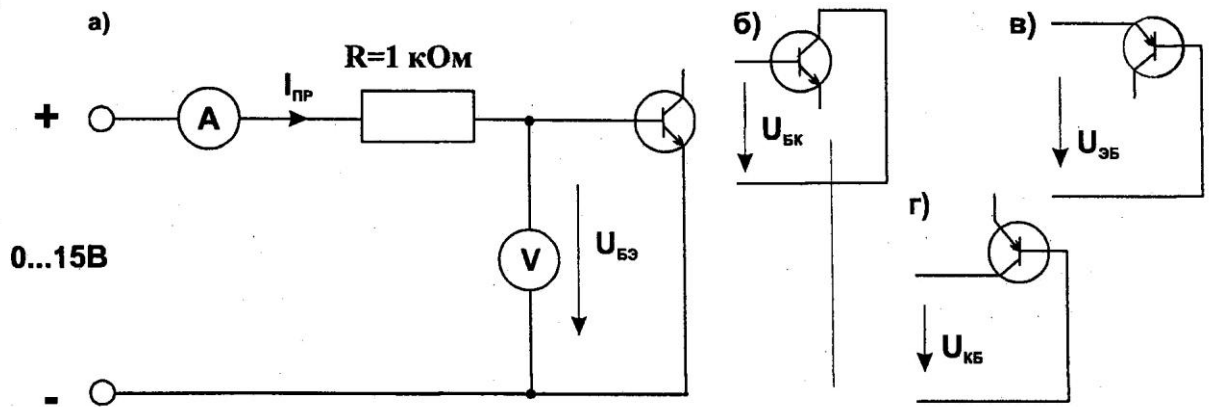

Рис. 5.1.2
- Соберите цепь согласно схеме (рис. 5.1.2а).
- Измените схему в соответствии сначала с рис. 5.1.2б, затем 5.1.2в и 5.1.2г и повторите все измерения.
- Проведите этот с остальными **р-n** переходами согласно схеме на рис. 5.1.2 при обратной полярности источника питания.